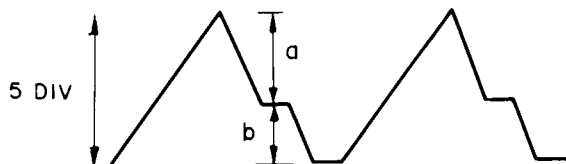

Fig. 14-7 Forme d'onde
3. Si la forme d'onde est semblable à celle de la Fig. 14-7, faire varier le gain de l'oscilloscope jusqu'à ce qu'elle soit en dents de scie avec 5 divisions crête à crête puis, en se reportant à la Fig. 14-7, régler VR1 jusqu'à ce que a à b soit égal à 2.8 à 2.2 (veiller à ce qu'aucun bruit ne gêne le réglage).